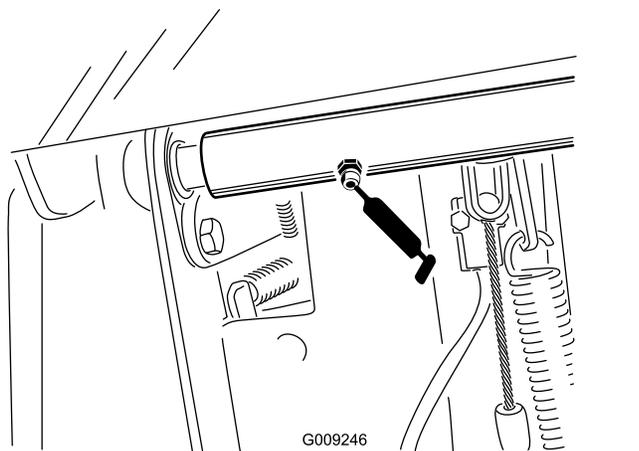

Рисунок 58
- Подшипники вала оси поворота педали тормоза (2 шт.) (Рисунок 58)